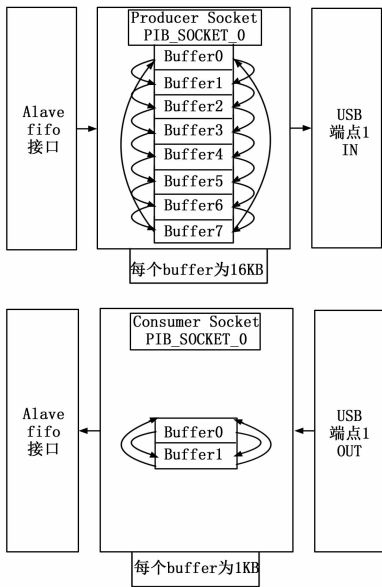

图 3 DMA 通道示意图
来引导下个缓存区的地址, 多个缓存描述符可以组成循环描述链构成一组缓存区。本设计创建两个自动 DMA 通道, 一个命令下发通道, 一个数据上传通道。命令下发通道采用回调 (Event callback), 缓存个数为 2 个, 每个大小为 1 kB; 数据上传通道采用块传输模式 (Bulk In), 缓存个数为 8 个, 每个大小为 16 kB。如图 3 所示^[7]。需要特别注意的是每个 DMA 通道缓存的大小需要和端点突发次数相匹配, 其次缓存的个数需要足够多。例如这里数据上传通道每个 buffer 的大小为 16 kB=Burstlength (16) × 1 024, 缓存大小为 8 个。